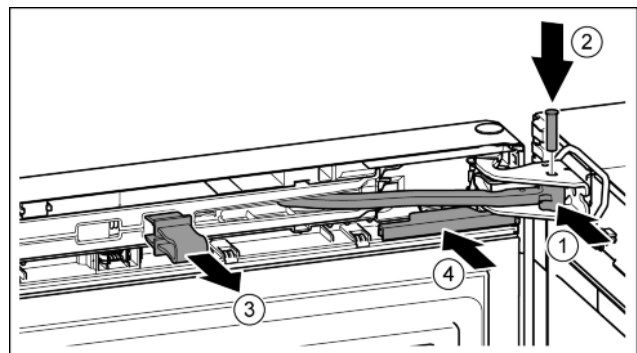

Fig. 39
- ▶ Повернуть шарнир в опорном кронштейне. Fig. 39 (1)
- ▶ Вставить палец в опорный кронштейн и шарнир. При этом следить за тем, чтобы выступ фиксатора занимал правильное положение в пазу. Fig. 39 (2)
- ▶ Снять предохранитель. Fig. 39 (3)
- ▶ Надвинуть крышку. Fig. 39 (4)